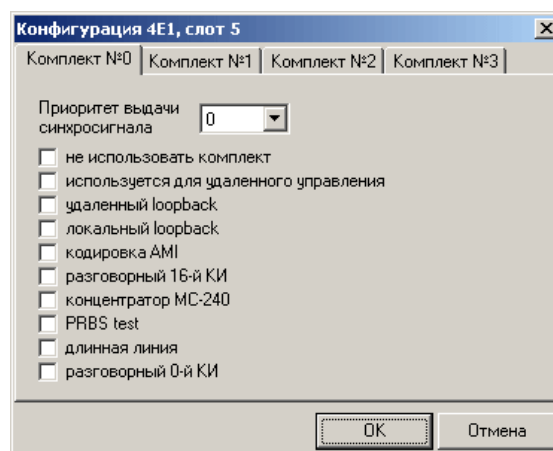

Рисунок 16
- щелкнуть правой кнопкой мыши на изображении нужной платы 4E1 и выбрать из контекстного меню пункт «конфигурация платы», после чего появится окно, позволяющее установить параметры платы 4E1 (рис. 16);